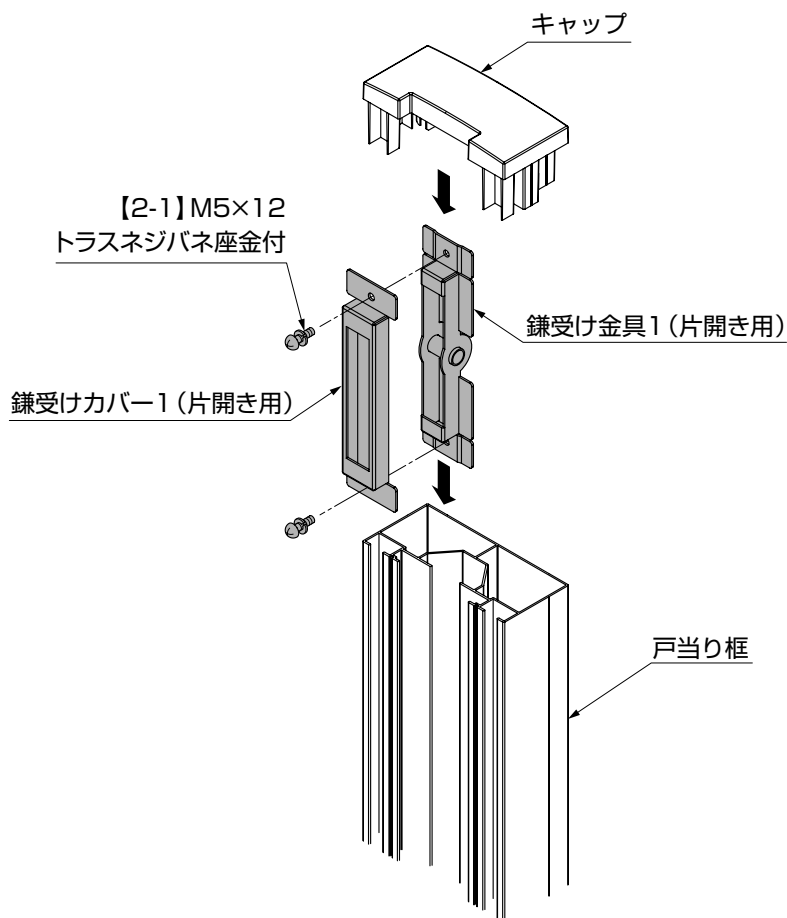
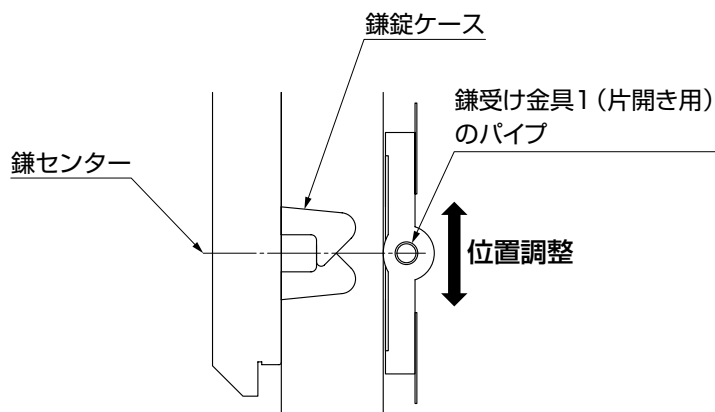

図3-14
図3-15
- ① 鎌受け金具 (片開き用) と鎌受けカバー (片開き用) をあらかじめ【2-1】で仮止めして、柱のスリット部分に上部から差込んでください。
- ② 本体鎌錠の鎌のセンターに位置を合わせながら(図3-15参照)、鎌受け金具 (片開き用) と鎌受けカバー (片開き用) のネジをしっかりと固定してください。(図3-14参照)
- ③ キャップを挿入してください。(図3-14参照)